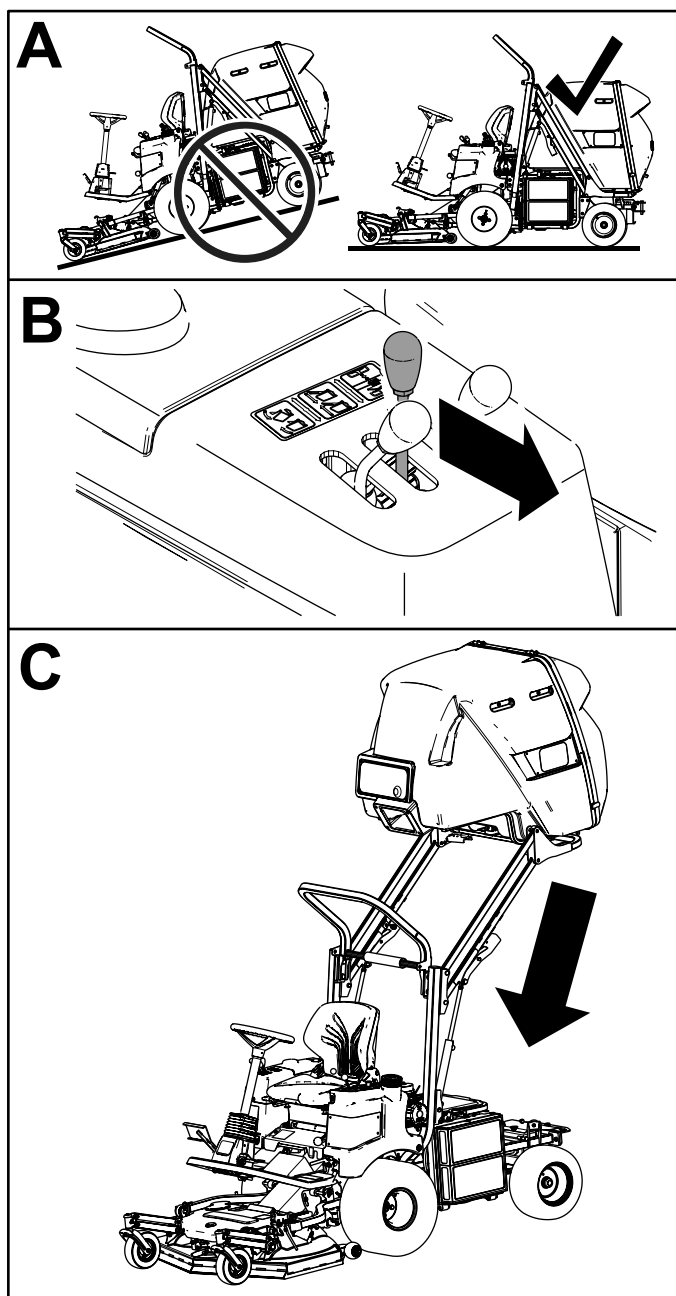

Figura 24
2. Mueva la palanca de elevación de la tolva hacia delante para bajar la tolva (Figura 24).